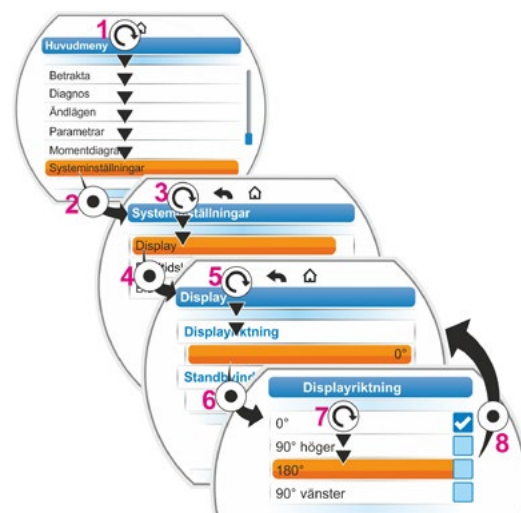

Bild 2: Ändra riktning på displayen
1. Välj "Systeminställningar" i huvudmenyn (bild 2, pos. 1) och bekräfta (bild 2, pos. 2). Menyn "Systeminställningar" visas.
2. Flytta valmarkeringen till "Display" (3) och bekräfta (4). Menyn "Display" visas med det aktuellt inställda gradtalet för displayvridningen.
3. Flytta valmarkeringen till gradtalet (5) och bekräfta (6). Displayen växlar till "Displayriktning". Den aktuella inställningen är markerad med en bock .
4. Flytta valmarkeringen till den önskade inställningen (7) och bekräfta (8). Visningen på displayen anpassas efter den nya inställningen.